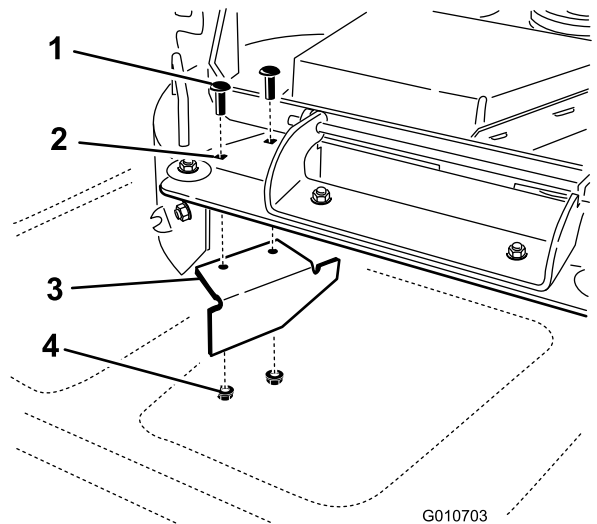

Figura 35
15. Individuate il deflettore di scarico nel sacchetto delle parti sciolte, rimuovete gli elementi di fissaggio dai fori posteriori della piastra di scarico e montate il deflettore sull'apertura dello scarico laterale sul piatto di taglio (Figura 35).